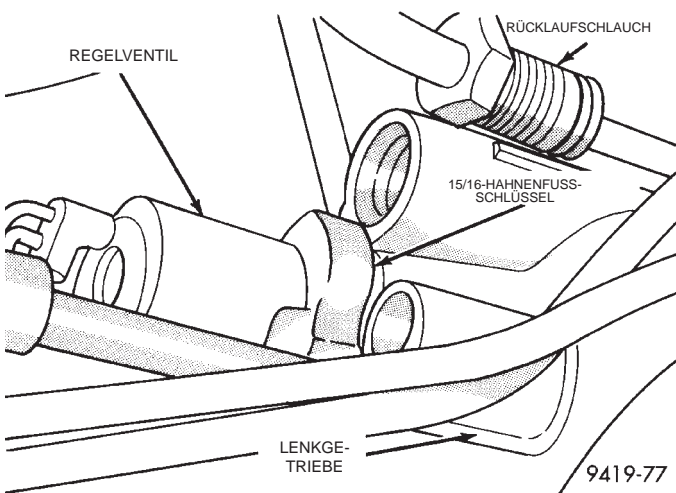

Abb. 4 Regelventil der Servolenkung lockern
(5) Mit einem Hahnenfuss-Schlüssel (15/16 Zoll, bzw. 24 mm) (Abb. 4) das Regelventil der Servolenkung lockern. Dann das Regelventil von Hand aus dem Lenkgetriebe herauserschrauben.